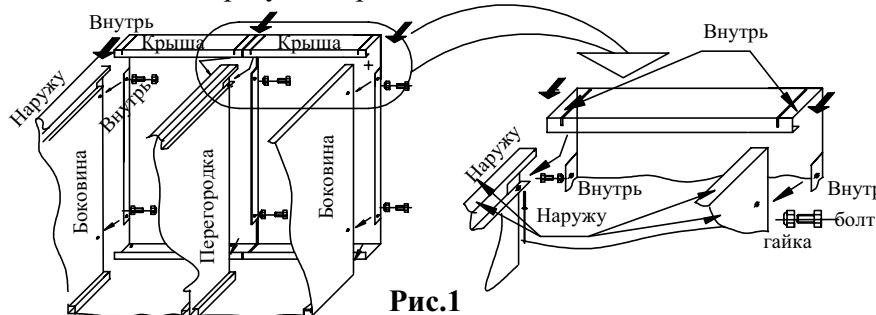

Рис.1
4.1.2. Установить крышу вверху шкафа плоскостью наружу так, чтобы в пазы на лицевой стороне крыши вошли отгибы боковых стенок(и перегородки-при наличии двух крыш-сборка основного модуля с дополнительным). Боковые отгибы на крыше соединяются с боковинами с внутренней стороны. Совместить отверстия, скрепить болтовым соединением(гайка размещается внутри будущего шкафа. (Рис.1)При сборке ШРС22 или присоединении доп. секций к перегородке соединять одним болтом сразу две крыши.